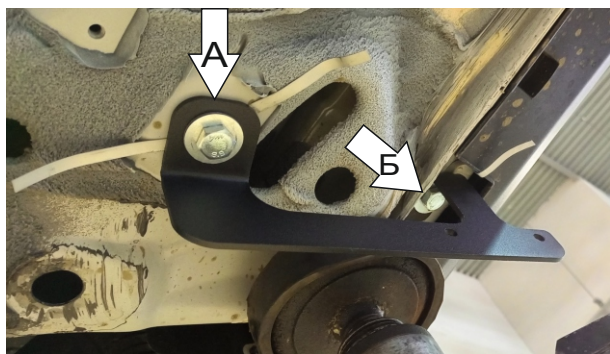

Рис. 2
- 2.Установить передний кронштейн к установленным гайкам закладным используя болт M10x30 с шайбой 10 и шайбой 10 гр (А) и болт M8x30 с шайбой 8 и шайбой 8 гр (Б).(Рис. 2)